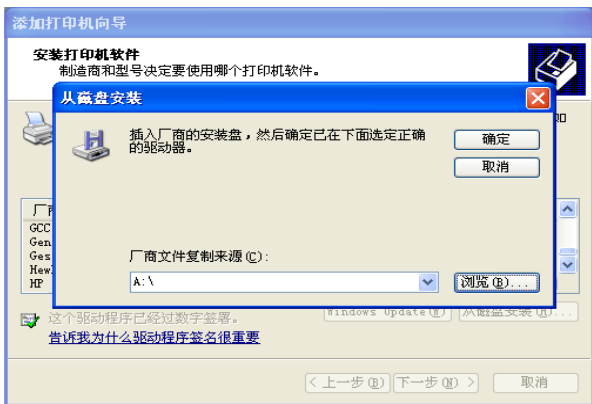

图 7-50 选择“浏览”
- 在“从磁盘安装”对话框中选择“浏览”，如图7-50所示。